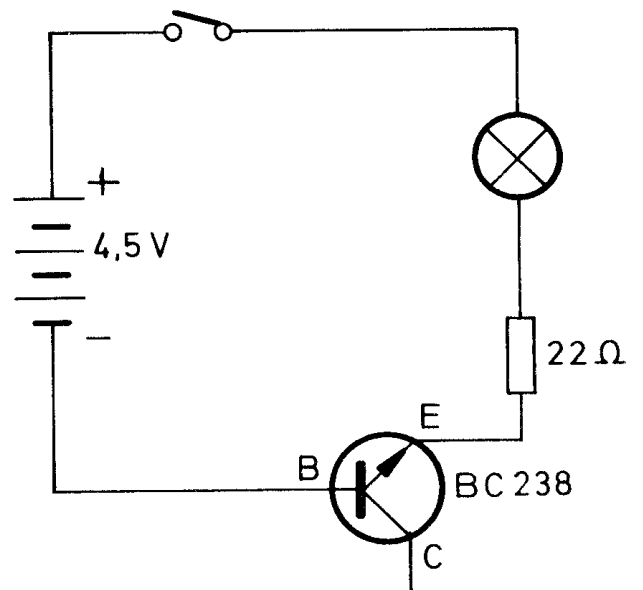

Abb. 81
Wenn du einmal die beiden Schaltbilder Abb. 79 und 83 betrachtest, bei denen die Lampe leuchtete, fällt dir sicher auf, daß die Basis (B) des weißen Transistors jeweils mit dem Plus-Pol der Batterie verbunden war. Bei dem weißen Transistor ist es also genau umgekehrt wie bei dem blauen Transistor: Die „Tür“ läßt sich nur öffnen, wenn die Elektronen vom Emitter oder vom Kollektor zur Basis fließen. In der anderen Richtung läßt sie sich nicht öffnen, deshalb leuchtet die Lampe nicht. Das war bei den Versuchen 27 und 29 der Fall. Du siehst auf den Schaltbildern Abb. 81 und 85, daß die Basis mit dem Minus-Pol der Batterie verbunden ist.